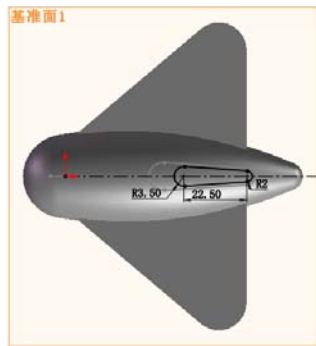

图 9-112 标注草图尺寸
(9) 绘制放样草图 2。在左侧“FeatureManager 设计树”中用鼠标选择“基准面 1”，作为绘制图形的基准面；单击“草图”工具栏中的 L （直线）按钮、 O （圆）按钮和 C （裁剪）按钮，绘制如图 9-112 所示的草图并标注尺寸。